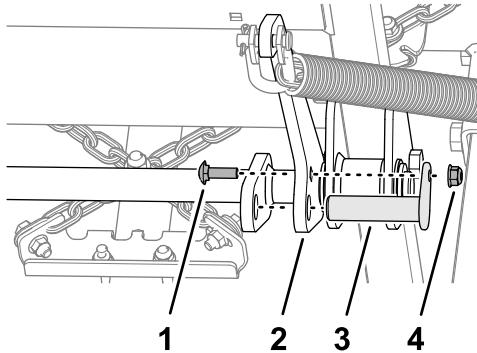

Figure 16
- Retirez le boulon de carrosserie et le contre-écrou à embase qui fixent l'axe de vérin au bras de l'arbre de levage (Figure 16).